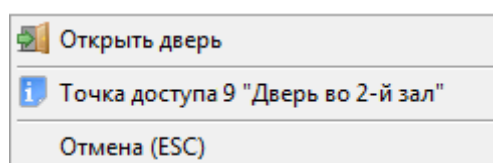

Рисунок 8-164 Контекстное меню для однонаправленной точки доступа с режимом работы "Проход"
- Для точки доступа, имеющей режим «Проход» (см. Рисунок 8-164) – для однонаправленной точки доступа, имеющей режим «Проход»;